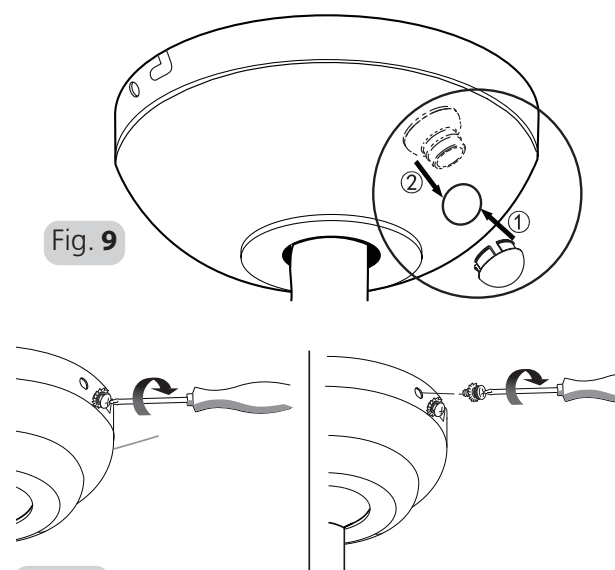

Fig. 9
5. Stecken Sie den Sensor (vom Fernbedienungsempfänger) in sein Loch in der Haube. Siehe Abb. 9.
5. Clip the sensor (from the remote control receiver) into its hole in the canopy. Refer to Figure 9.
5. Clipsés le capteur (du récepteur de télécommande) dans son trou, dans le boîtier. Voir Figure 9.
5. Вставьте датчик (с приемника дистанционного управления) со щелчком в его отверстие в колпаке. См. рис. 9.
5. Wcisnąć czujnik (odbiornika pilota zdalnego sterowania) w otwór wykonany w osłonie. Patrz rysunek 9